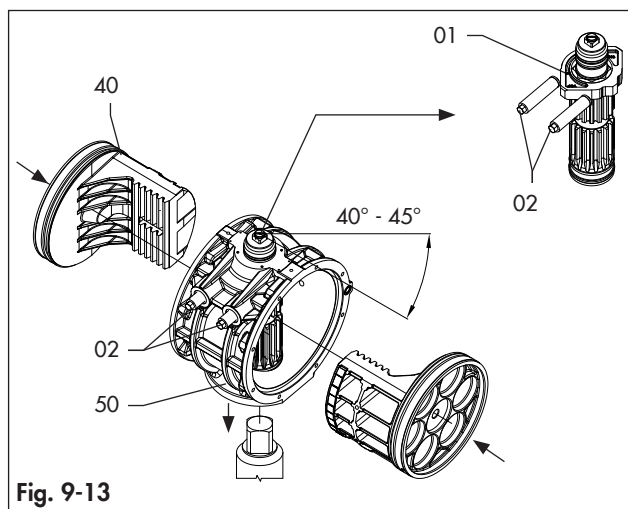

Fig. 9-13
- Monter le connecteur femelle de l'axe d'entraînement (60/60.1) dans un carré mâle serré de manière appropriée dans un étau. (Fig. 9-13)
- Faire pivoter le corps (50) d'environ 40°-45° dans le sens des aiguilles d'une montre en vue de dessus, comme indiqué sur la Fig. 9-13. S'assurer que l'octi-cam (01) est orienté correctement selon la Fig. 9-13.